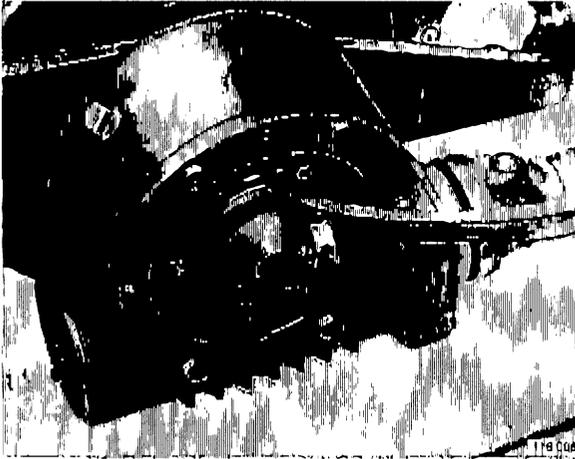

Bild 38. Slangar till växelhuss
8. Ta bort ventilationsslangen och slangen till manöverdonet. Bild 38.